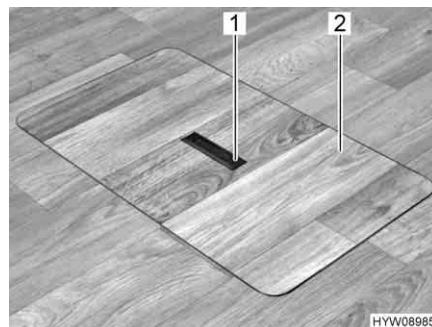
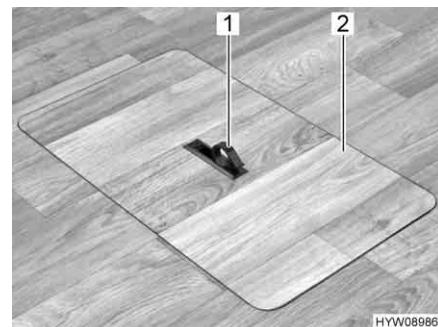

Fig. 37 Copertura vano pavimento
Fig. 38 Copertura vano pavimento
- Spingere la piastra di presa (Fig. 37,1) verso il basso da un lato. La maniglia (Fig. 38,1) viene ruotata verso l'alto.
- Alzare la copertura (Fig. 38,2).
- Collocare la copertura (Fig. 38,2) nell'intelaiatura presente sul fondo.